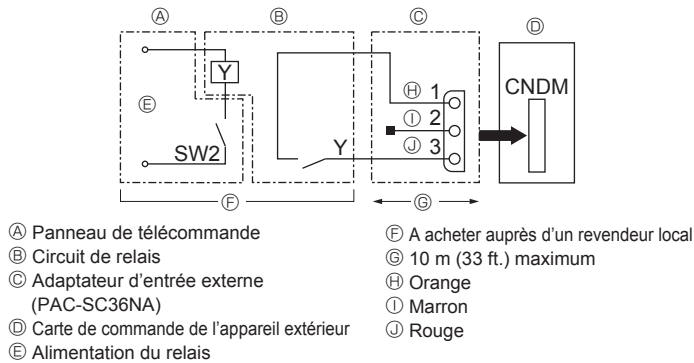

Fig. 10-2
① Etablir le circuit comme illustré lors de l'utilisation de l'adaptateur d'entrée externe (PACSC36NA). (Option)
10.2. Fonction de demande (modification sur site) (Fig. 10-2)